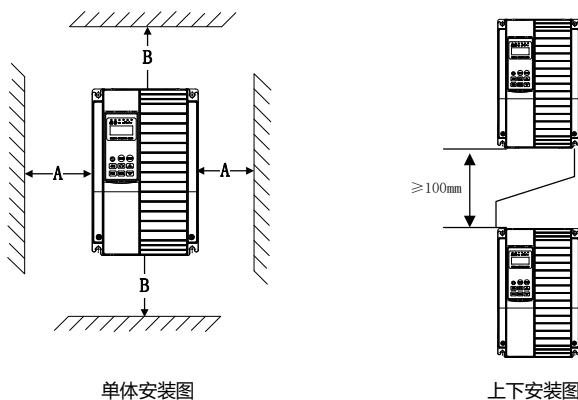

图 3-1 AD500 安装示意图
- 1) 请垂直安装变频器，便于热量向上散发。但不能倒置。若柜内有较多变频器时，最好是并排安装。在需要上下安装的场合，请参考图 3-1 的示意，安装隔热带流板。
- 2) 安装空间遵照图 3-1 所示，保证变频器的散热空间。但布置时请考虑柜内其它器件的散热情况。